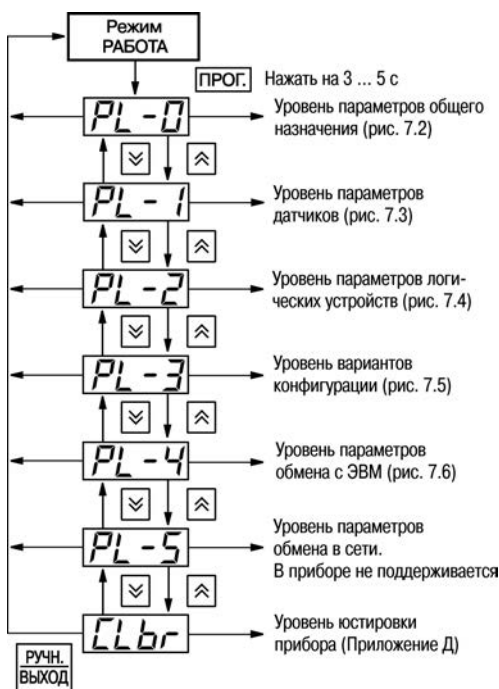

Рисунок 6.1 – Схемы выбора уровня программируемых параметров
7.2.3 Перевод прибора из режима «РАБОТА» в режим «ПРОГРАММИРОВАНИЕ» осуществляется нажатием и удержанием кнопки  в течение примерно 3 с (до появления на индикаторе **ЦИ-1** заставки **ProG**, а на индикаторе **ЦИ-2** – заставки **PL-0**). После чего оператор может выбрать уровень, на котором будут производиться просмотр или изменение параметров, см. рисунок 6.1.